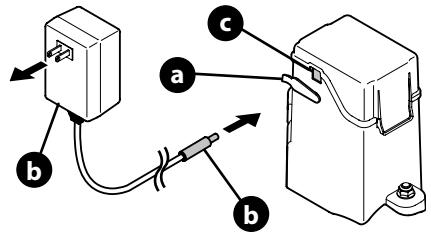

Figure 29
1. Soulevez le loquet du port de recharge (a) et branchez le connecteur mâle du chargeur (b) dans la prise (c). Voir Figure 29.